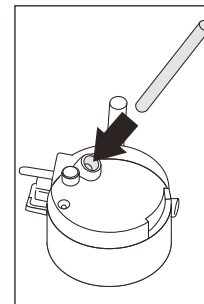

Fig. 31
- Asegúrese de que el tubo de entrada se introduzca correctamente en la arandela de goma (Fig. 31). Después, vuelva a colocar la tapa del recipiente de leche.